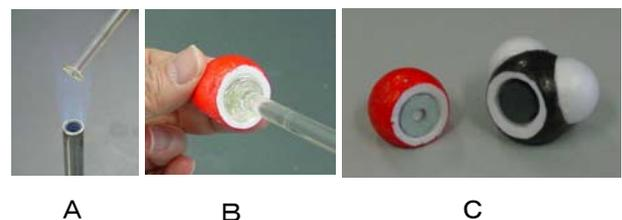

図8 磁石とワッシャーの付け方
- a. 先を 15mmφほどに平たく広げたガラス棒を, ガスバーナーで加熱する (図8 A)。
- b. 熱くなったガラス棒を発泡スチロール球の断面に軽く当て, 少し溶かして, 磁石やワッシャーがはまるくらいの穴を開ける (図8 B)。
- c. 磁石やワッシャーをはめ, ボンドで固定する (図8 C)。